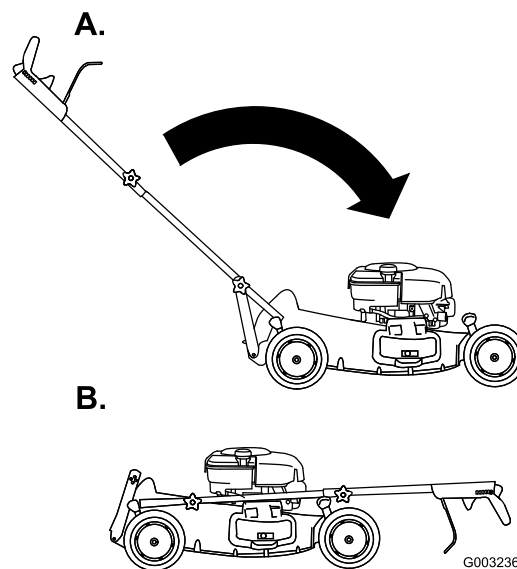

Figura 43
2. Fate ruotare la stegola in avanti (Figura 43).